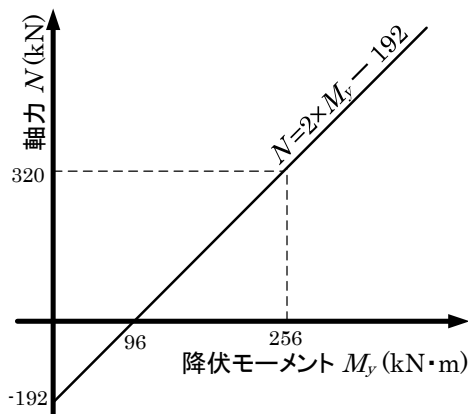
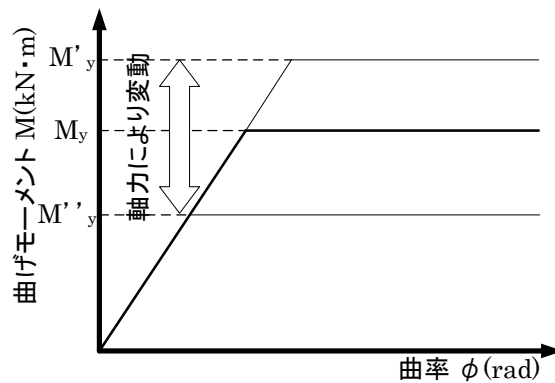

図4
図5
2) 柱の降伏モーメント M_y ($\text{kN}\cdot\text{m}$)と柱に作用する軸力 N (kN)の間には、図4に示すような関係がある。また、柱の断面に作用する曲げモーメントと曲率の間には、図5に示すような関係がある。2本の柱の柱頭および柱脚の曲げモーメントが M_y に達して降伏ヒンジが形成され、架構が崩壊メカニズムを形成したとき、水平力 P の大きさは P_y であった。この時、①～③の問いに答えよ。